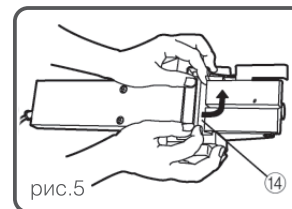

рис.5
- Установите держатель режущего лезвия рубанка на готовый узел, как показано на рис.5, и закрепите три болта. Болты должны быть надежно затянуты.